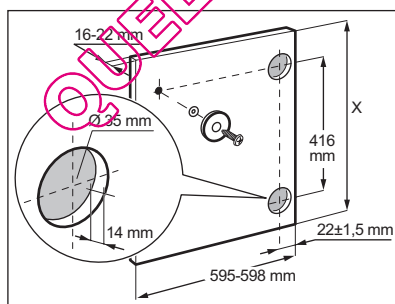

Fig. 3
- la hauteur **X** dépend de la hauteur de la base de l'élément de cuisine contigu (Fig. 3).